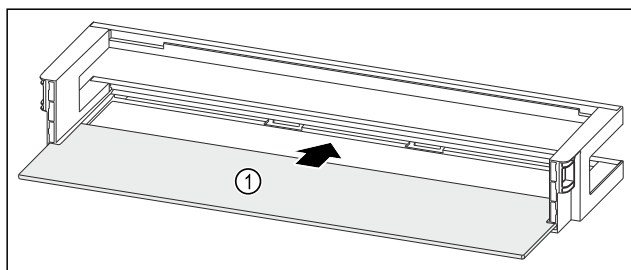

Fig. 86 Balconnet de contre-porte avec tablette de rangement
- Insérer la tablette de rangement Fig. 86 (1) dans les évidements latéraux.